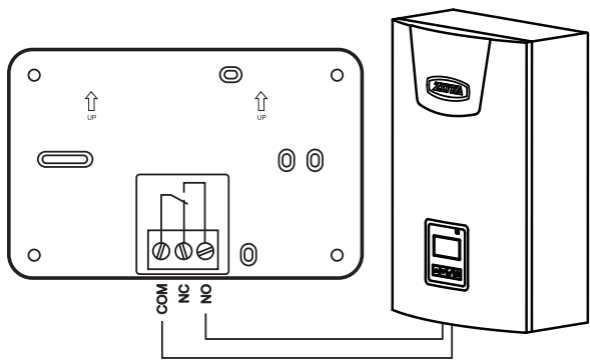

Рис.2 Схема подключения терморегулятора.
6.4. Ручной режим позволяет поддерживать температуру, ранее установленную с помощью кнопок **+** или **-**. Во время установки температуры загорается надпись **SET** на дисплее. При снижении температуры воздуха в помещении ниже установленной, размыкается контакт NC и замыкается контакт реле NO (см. Рис.2). При этом на дисплее загорается символ , нагрев включен.